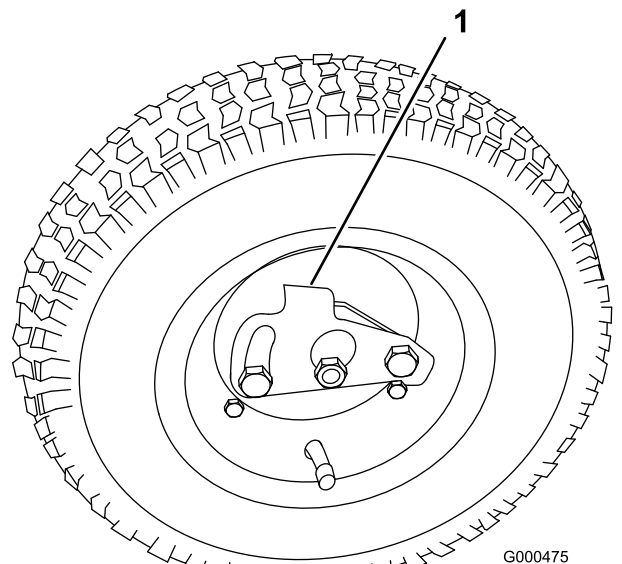

Figura 8
2. Empurre o dispositivo de bloqueio da roda para o centro da roda e deslize a roda na direcção do eixo hexagonal (Figura 8).